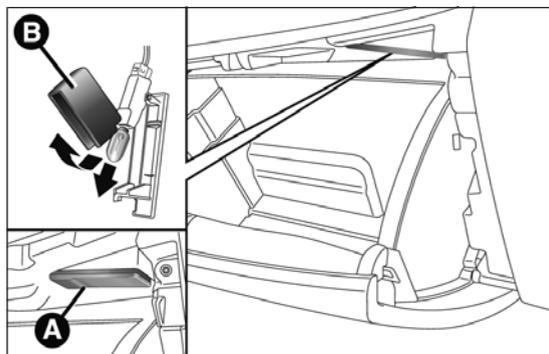

fig. 195
- ouvrir la boîte à gants et extraire le plafonnier A fig. 195 ;